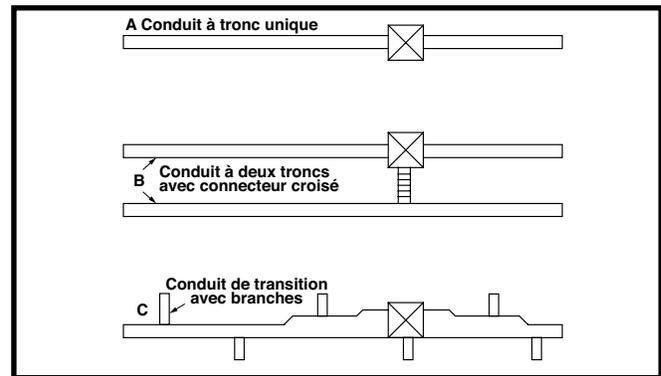

Figure 7. Systèmes de conduit d'alimentation typiques
- L'emplacement, la taille et le nombre de registres doivent être sélectionnés pour obtenir la meilleure distribution d'air possible en fonction du plan de la maison. Trois systèmes de distribution typiques sont illustrés dans la Figure 7.